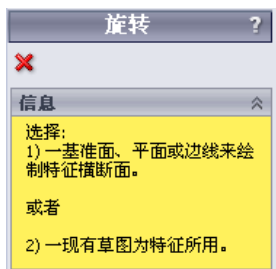

图 3.7.6 “旋转”对话框（三）
Step2. 选择命令。选择下拉菜单 **插入(I)** → **切除(C)** → **旋转(R)** 命令，系统弹出图 3.7.6 所示的“旋转”对话框（三）。